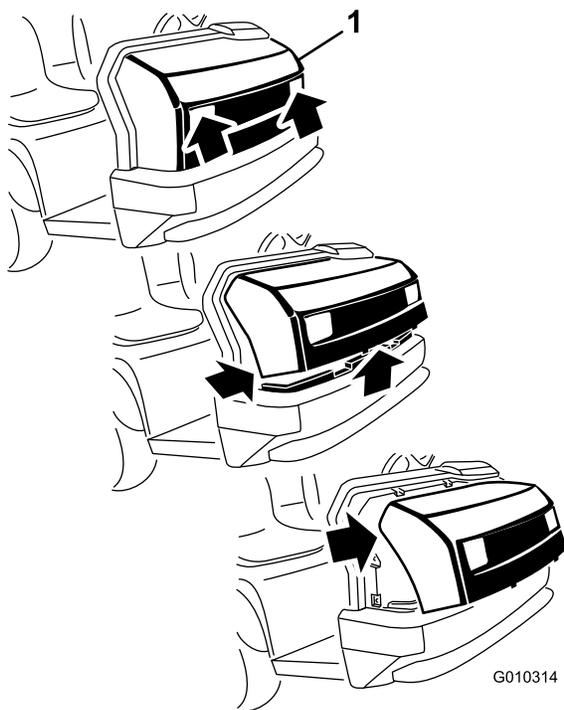

Рисунок 39
1. Удерживая колпак в проемах блок-фар, поднимите его вверх, чтобы вывести нижние монтажные лапки из пазов рамы (Рисунок 39).
2. Наклоните низ колпака вверх настолько, чтобы верхние монтажные лапки можно было извлечь из пазов рамы (Рисунок 39).
3. Наклоните верх колпака вперед и отсоедините кабельные соединители от фары (Рисунок 39).